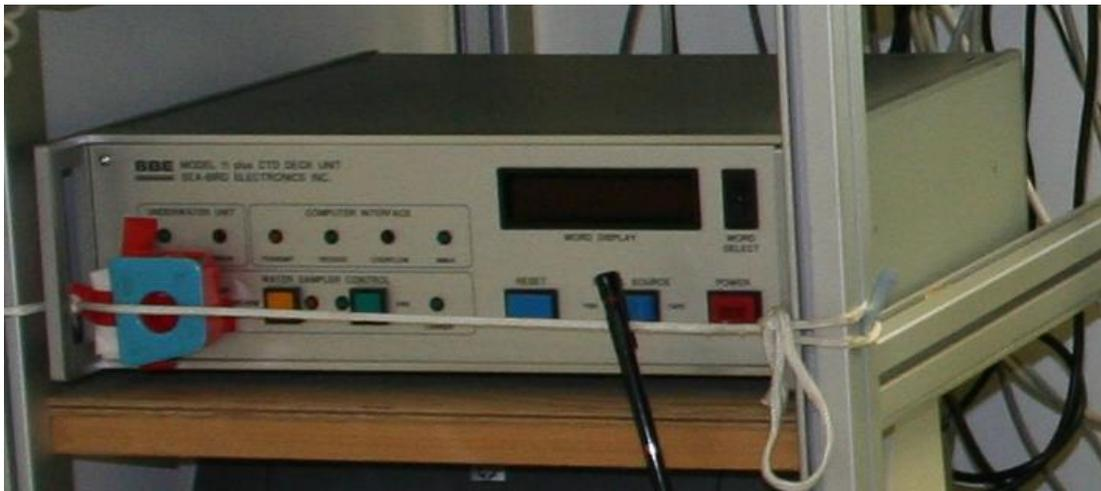

Abb. 1. Deckunit SBE11 auf WHIII
- Deckunit einschalten. Die Deckunit der Sonde befindet sich im Ozitrockenlabor auf WHIII (Abb. 1, Seite 5)